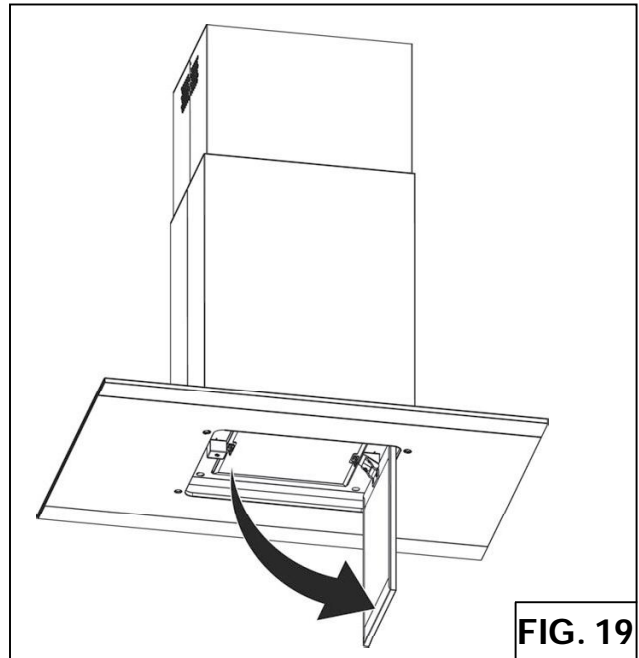

FIG. 19
1. Pour retirer le filtre à graisse, ouvrez le panneau de périmètre (Fig.19).